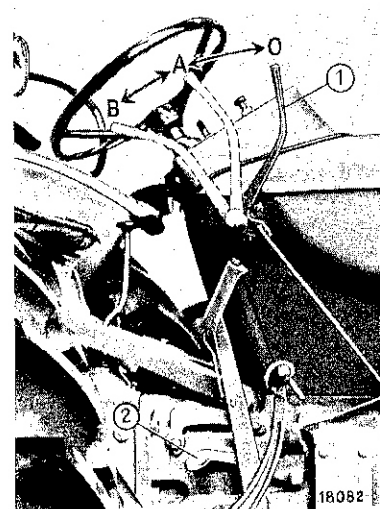

Fig. 9
- a) Régler la manette des gaz sur  $\frac{1}{4}$  de charge environ. (Position — B — fig. 9)